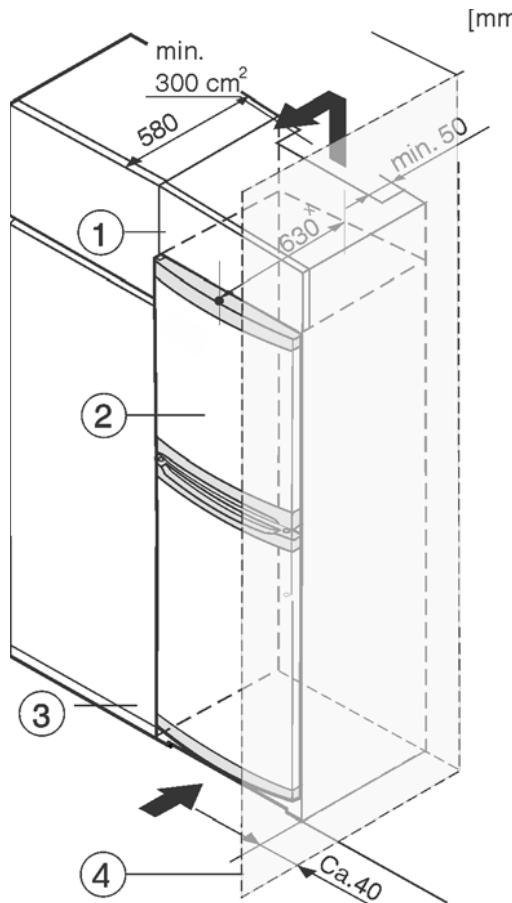

Fig. 8
Устройство может быть окружено кухонными шкафами. Чтобы уравнять устройство Fig. 8 (2) по высоте с кухонной стенкой, можно установить над устройством дополнительный шкафчик Fig. 8 (1).
При комбинировании с кухонными шкафами (глубина макс. 580 мм) устройство можно установить непосредственно рядом с кухонным шкафом Fig. 8 (3). Устройство выступает сбоку на 34 мм и по центру на 50 мм относительно передней стенки кухонного шкафа.
Если устройство установлено на шарнирах у стены Fig. 8 (4), то расстояние между устройством и стеной должно быть не менее 40 мм. Настолько выступает ручка при открытой дверце.